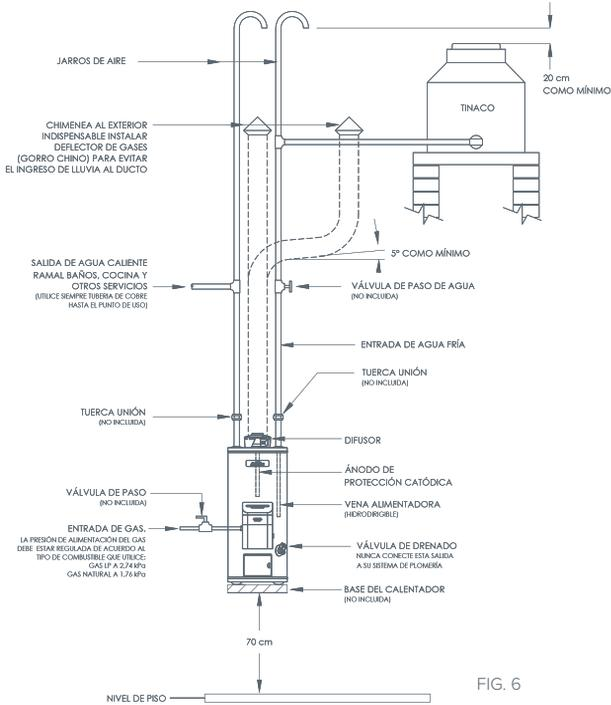

FIG. 6
Si por circunstancias especiales no existe un lugar disponible con ventilación adecuada, es indispensable instalar un tubo de salida de gases de combustión, acoplado al difusor para que estos se envíen al exterior (ver diagramas de instalación Fig. 6 y 7).
- El desfogue de los jarros de aire debe de tener una altura ligeramente mayor al nivel superior del tinaco, mínimo 20 cm (ver Fig. 6).